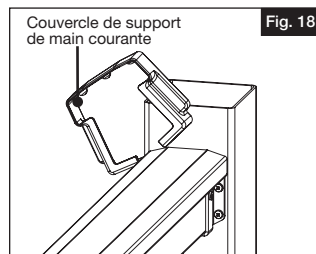

Fig. 18
- c. Ouvrir le couvercle du support de main courante supérieure pour qu'il puisse s'enrouler autour de la main courante (Fig. 18). Une fois le couvercle ouvert, s'assurer que la « languette » est positionnée derrière la main courante et contre le poteau.